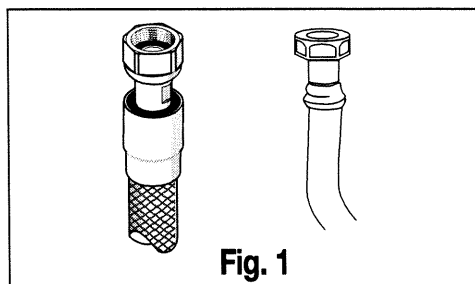
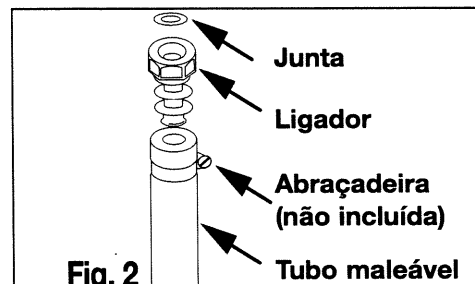

Fig. 1
Fig. 2
1. Desaperte o parafuso que mantém a parede de trás da cavidade do forno e retire-a (fig. 1).
2. Desaperte os 2 parafusos de cada parede lateral (fig. 2). Retire as paredes fazendo-as rodar à volta das chapas de fixação situadas na parte da frente da cavidade (fig. 3).
- ou com um tubo flexível com ponteiros mecânicos rosca-das (fig. 1).
- ou com tubo flexível com ponteiros mecânicos rosca-das (fig. 1).
- ou, **no caso de uma instalação existente**, por um tubo maleável com um diâmetro interior de 6 mm (fig. 2) montado num ligador apropriado equipado com abraçadeiras de aperto nas duas extremidades.
- ou, **no caso de uma instalação existente**, por um tubo maleável com um diâmetro interior de 15 mm (fig. 2) montado num ligador apropriado equipado com abraçadeiras de aperto nas duas extremidades.
- Ver parágrafo 1.2 e fig. 2.
- Retire as grelhas, os chapéus e as cabeças de todos os queimadores (fig. 1).
- Desenrosque com uma chave de 7 os injectores situados no fundo de cada panela e retire-os (fig. 2).
- Com uma chave de fendas de lâminas, **aperte completamente** no sentido dos ponteiros de um relógio, o parafuso de débito reduzido em latão de cada torneira (ver **fig. 1** para os aparelhos sem grelhador eléctrico e **fig. 2** para os aparelhos com grelhador eléctrico).
- Desaperte de cerca de uma volta o parafuso de débito reduzido em latão no sentido contrário ao dos ponteiros de um relógio (ver **fig. 1** para os aparelhos sem grelhador eléctrico e **fig. 2** para os aparelhos com grelhador eléctrico)..